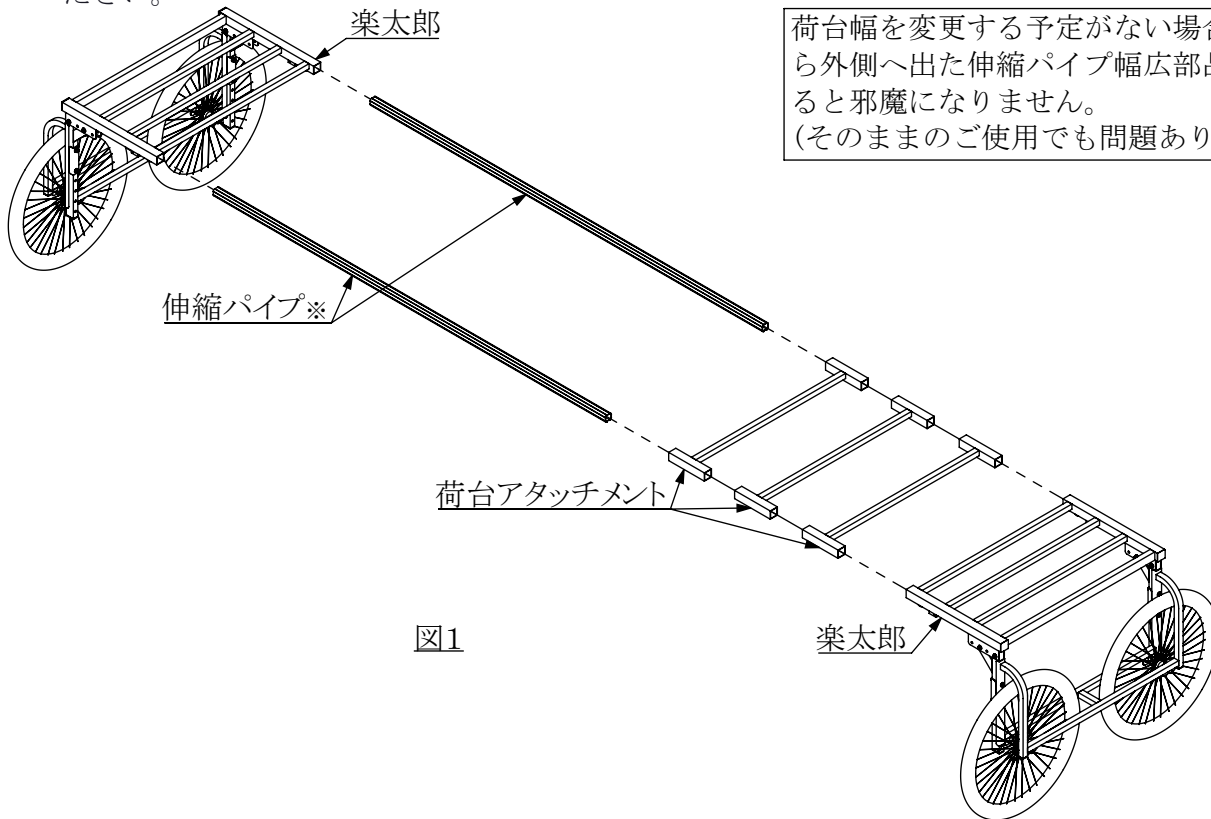

図1
- ・図1(図はRA-200を表しています)を参考に組立済み楽太郎の伸縮パイプを幅広部品に交換してください。